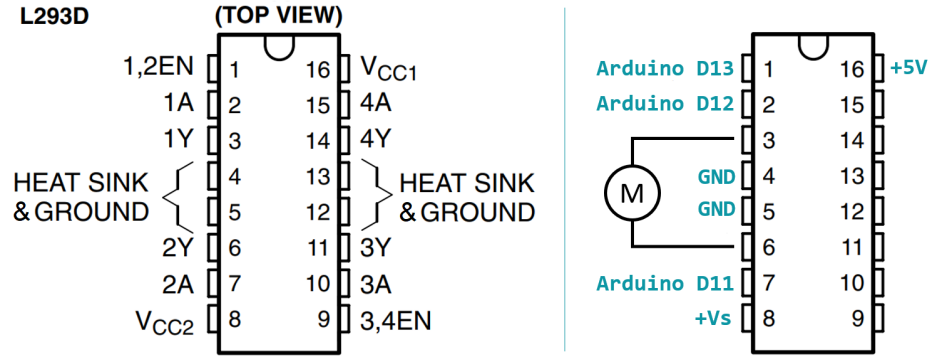

Figura 1: Conexión joystick analógico.
1. Realizar la conexión del puente H de acuerdo con la Figura 1 considerando el voltaje de +5V de Arduino para la alimentación del circuito y la fuente externa de entre 6 y 12 V para la alimentación de potencia. Las tierras de todos los dispositivos y fuentes deben estar unidas.